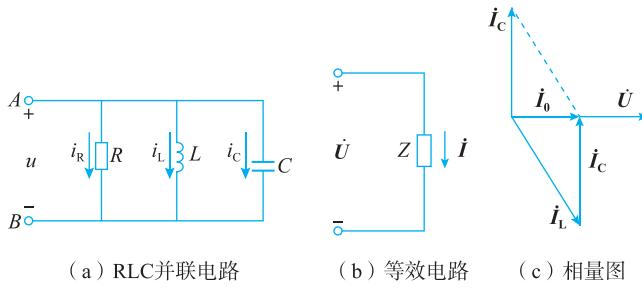

图 2-3-4 RLC 并联电路及其等效电路、相量图
电阻、电感和电容并联的交流电路如图 2-3-4 (a) 所示, 图 2-3-4 (b) 是它的等效电路, 图 2-3-4 (c) 为电路电压与电流的相量图。设  $u = U_m \sin \omega t$ , 即以  $\dot{U}$  为参考相量。
式中  $B_C - B_L$  称为电纳 ( $B$ ), 单位为 S (西 [门子]); 如图 2-3-4 (b) 所示,  $Z$  为电路
(3) 谐振电流  $\dot{I}$  和支路电流  $\dot{I}_0$  和  $\dot{I}_C$  的相量关系如图 2-3-4 (c) 所示。并联谐振各支路电流大于总电流，所以并联谐振又称为电流谐振。